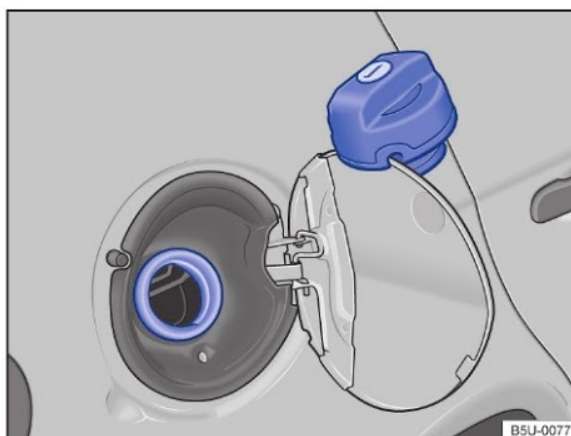

Fig. 102 Portinhola do tanque de combustível aberta com a tampa do tanque de combustível pendurada.
- Girar a tampa do tanque no sentido anti-horário e pendurá-la em cima da portinhola do tanque de combustível → Fig. 102.